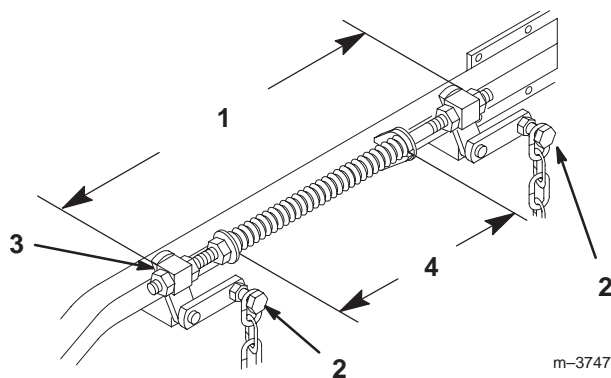

Figure 60
2. Vérifiez la pression des quatre (4) pneus. Réglez-la à 90 kPa (13 psi) au besoin.
4. Relevez le plateau de coupe en position de transport et détendez les deux grands ressorts de levage du plateau en desserrant l'écrou situé devant chaque ressort (Fig. 60).
6. Desserrez les 4 boulons de chaîne supérieurs dans les fentes. Vérifiez la longueur des ensembles tige/pivot. Il doit exister un écart de 496 mm (19-17/32") entre l'extérieur du pivot arrière et l'extérieur du pivot avant (Fig. 60). Vérifiez que les quatre pivots bougent librement dans les trous.
2. Les ressorts sont comprimés pour obtenir un écart de 260 mm (10-1/4") entre les deux grandes rondelles (Fig. 60).
3. Tournez l'écrou devant chaque ressort pour obtenir le réglage voulu (Fig. 60). Tournez l'écrou dans le sens horaire pour raccourcir le ressort et dans le sens anti-horaire pour l'allonger.